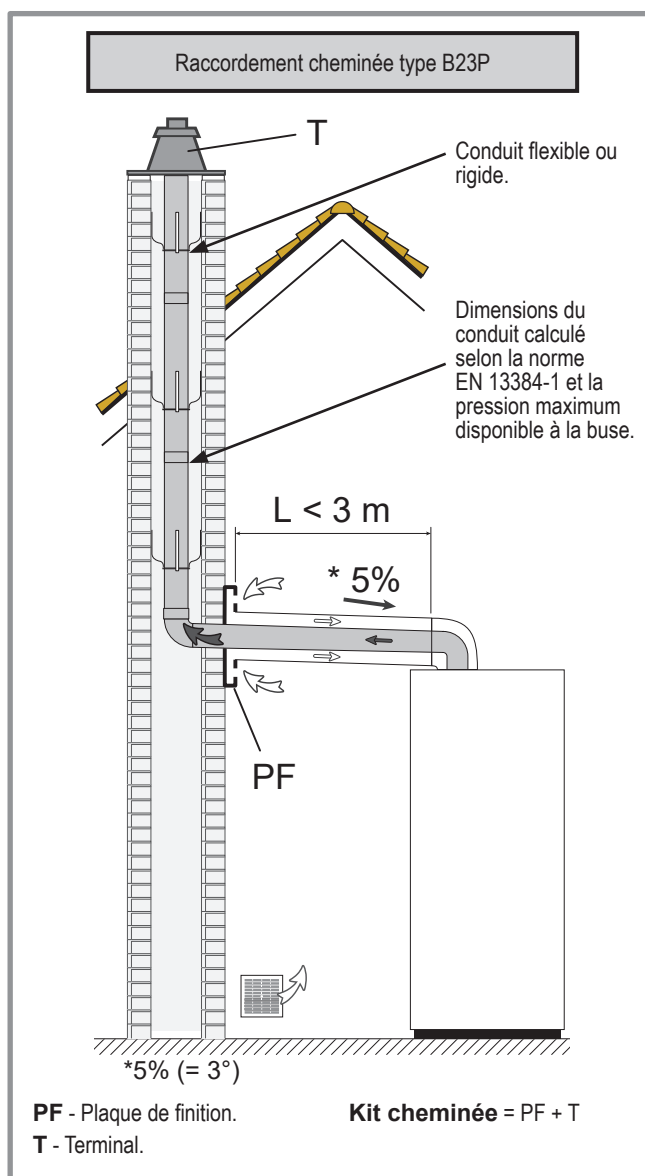

figure 16 - Possibilités de raccordement (type B23/B23p)
#### Type B23P (figure 16)
**Rappel : Il est obligatoire d'utiliser un kit cheminée tel que présenté (figure 16) (voir § "Colisage", page 4).**